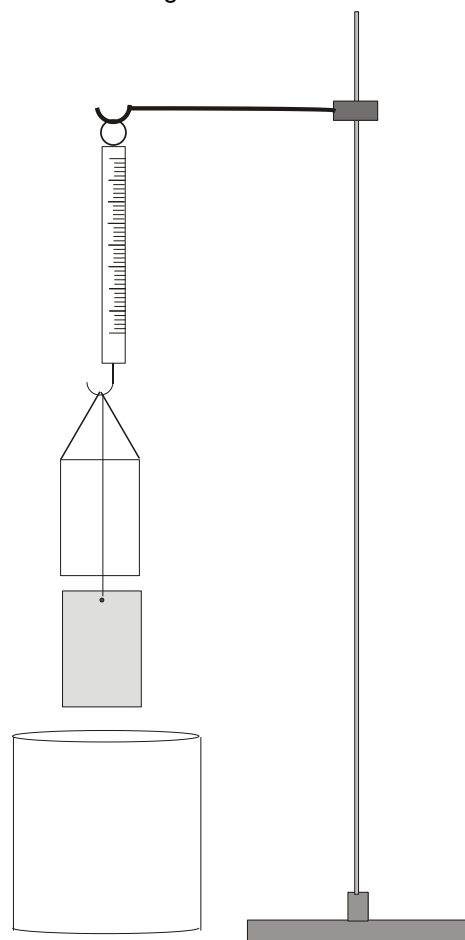

Fig. 1 Experimenteller Aufbau
- Stativ aufbauen und Kraftmesser an den Haken hängen (Fig. 1).